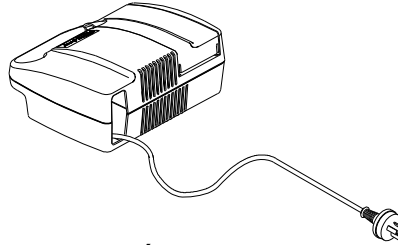

FIGURA 3 - UBICACIÓN DEL CABLE ELÉCTRICO
7. Extraiga el cable eléctrico de su compartimiento (**FIGURA 3**).